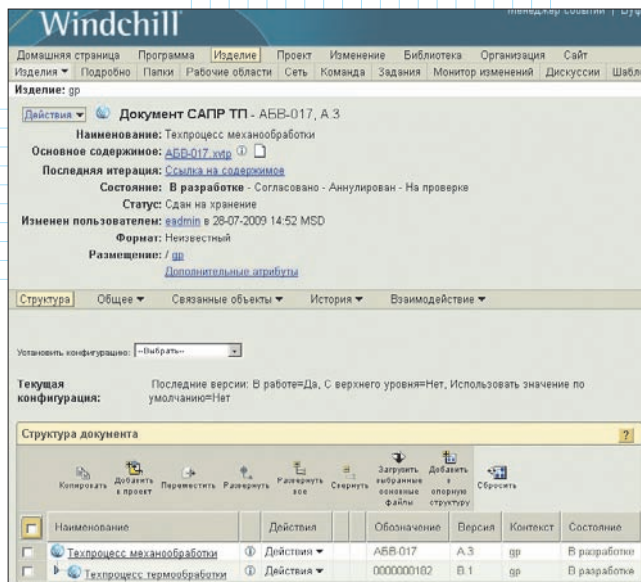

Рис. 14. Стандартные ТП, привязанные к комплексному ТП в *Windchill*
- необходимо разбить ТП на несколько отдельных документов для того, чтобы использовать типовые процессы – например, покрытие или термообработку (рис. 14);